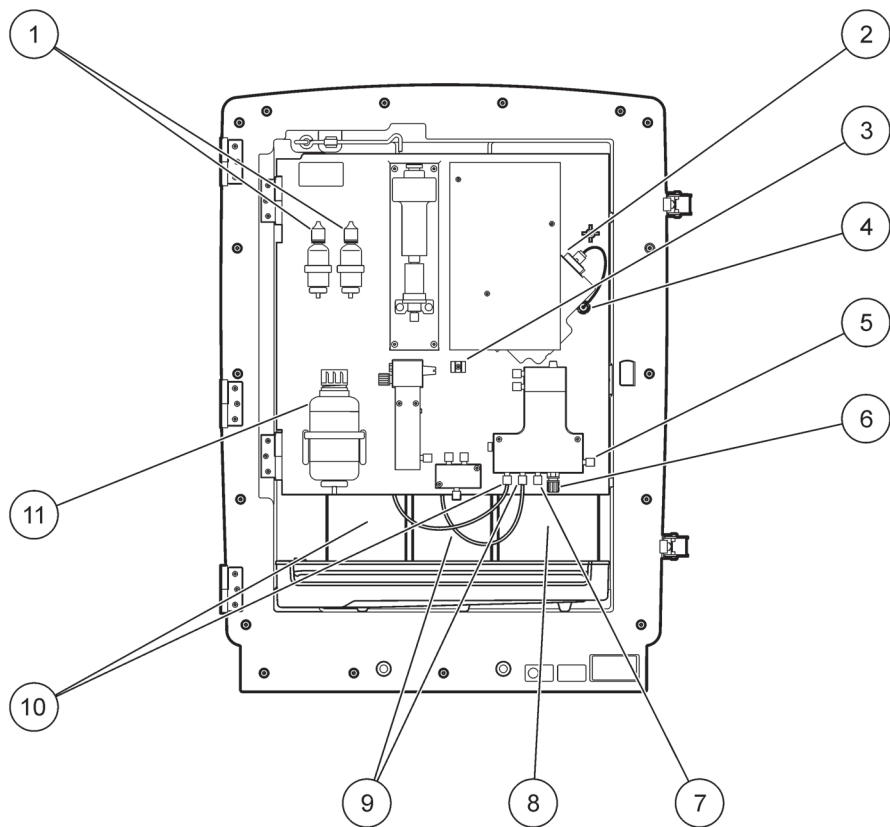

Figura 17 Químicos e reagentes no AMTAX sc (Consulte o Tabela 3 na página 31 para obter mais informações)
- 1. Coloque os contentores de reagente no instrumento (Figura 17).